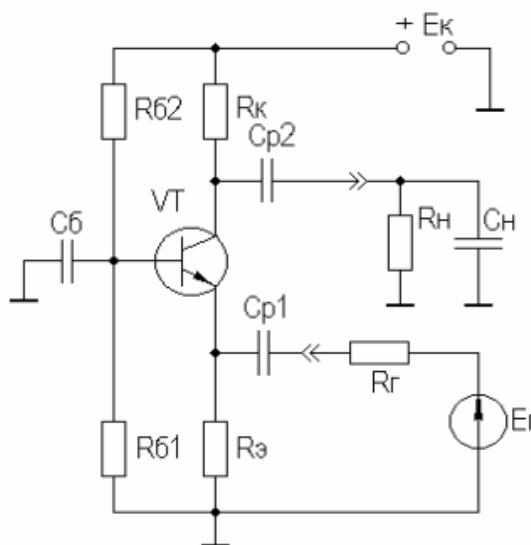

Рис. 2-4
1. Соберите самостоятельно схему с ОБ (рис. 2-4).